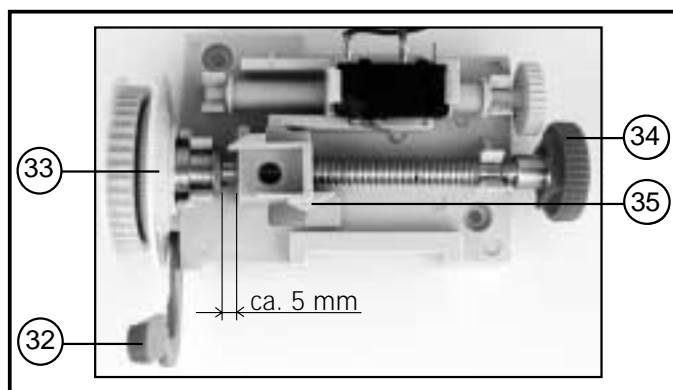

Fig. 6: Regolazione del punto di riferimento (il portone è chiuso)
- Sbloccare la vite di regolazione, posizionando in avanti la leva di folle rossa (32) e spingere il disco (33) verso destra (vedere fig. 6).